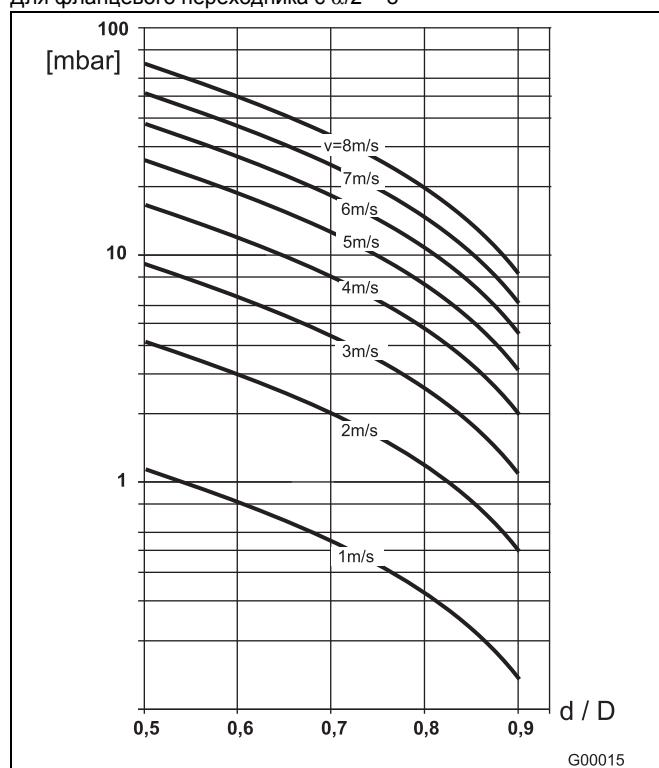

Рис. 32
2. По nomogramme расхода (Рис. 32) определить скорость потока.
3. На по оси Y Рис. 32 определить потерю давления.